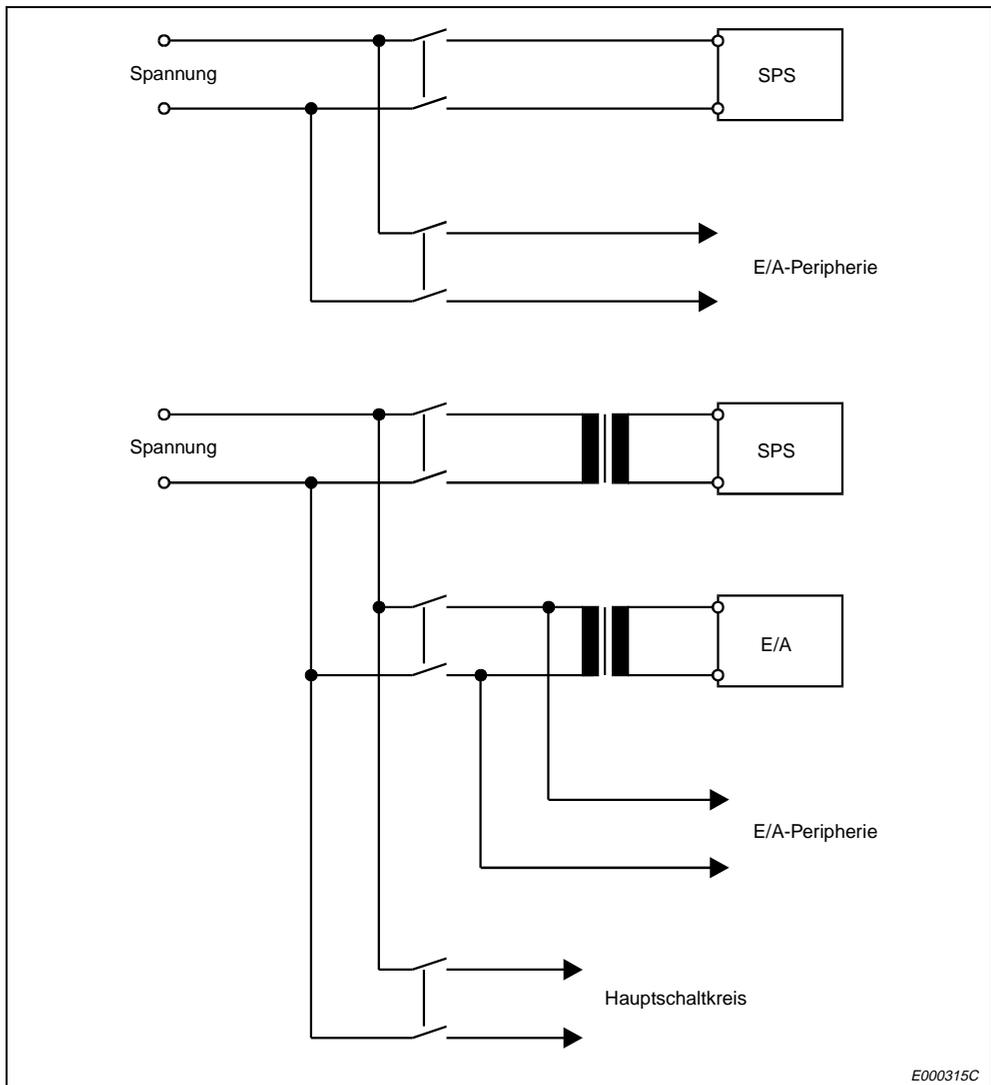

Abb. 9-16: Separation der Netzanschlüsse
- Der Anschluß der Spannungsversorgung der Steuerung sollte von den übrigen E/A-Geräten und deren AC-Spannungsversorgung entsprechend der Abb. 9-16 getrennt werden.